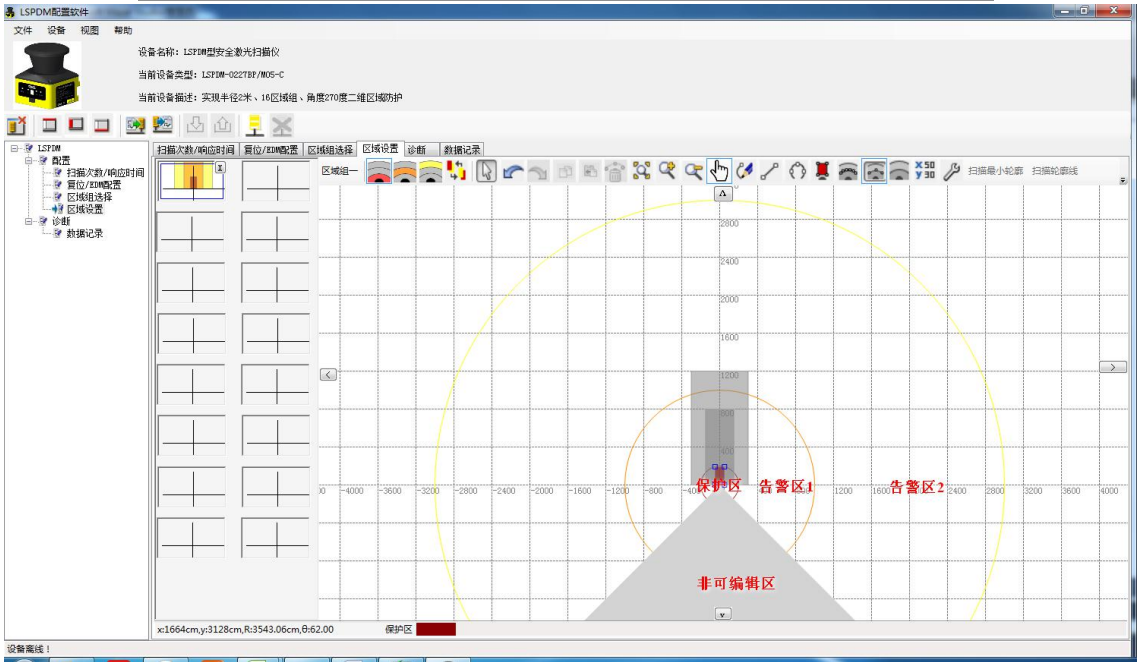

图 2.5.27 区域轮廓及其分配颜色
- 不同的编辑区域对应不同的颜色，如表 9 和图 2.5.27 所示。